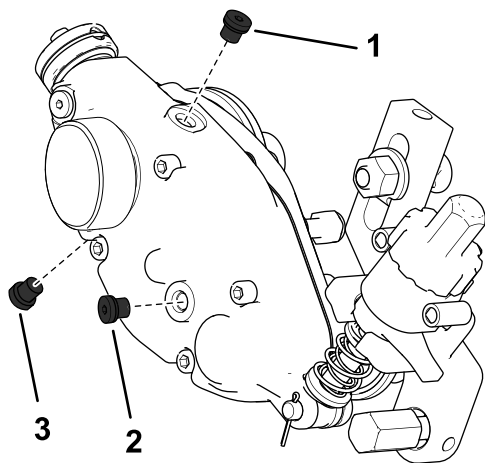

Рисунок 30
2. Снимите пробку сливного отверстия в нижней части корпуса (Рисунок 30).
3. Снимите заливную пробку в боковой части корпуса и ослабьте пробку выпуска воздуха сверху, чтобы обеспечить проход воздуха (Рисунок 30).